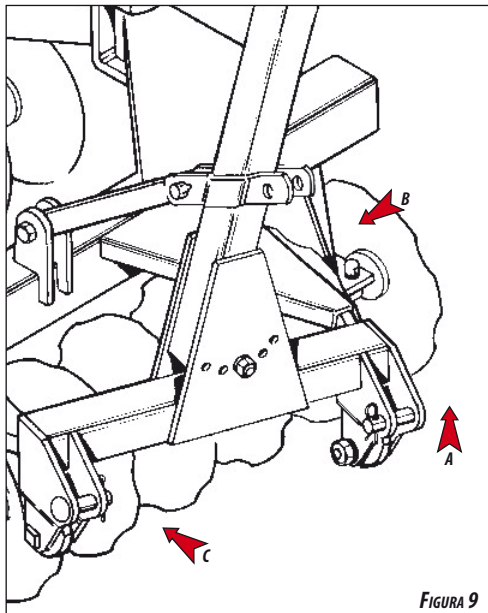

FIGURA 9
- Acoplar el cabezal (1), en la armación delantera (2), a través de los tornillos (3).
- Fijar los limpiadores (1), figura 9, en las armaciones y dejar una holgura de 10mm entre el limpiador y el disco.
- Para enganchar la rastra en el hidráulico del tractor, levantar el cabezal (2), en la armación delantera y trabar con el perno (3).
- Enganchar el brazo inferior izquierdo del tractor en el perno de enganche de la rastra conforme letra "A", *figura 9*.
- Enganchar el 3º punto del tractor en la chapa de enganche del cabezal, conforme letra "B", *figura 9*.
- Finalmente, con el auxilio de la palanca reguladora de altura del tractor enganchar el perno en el brazo inferior derecho del tractor, conforme letra "C", *figura 9*.